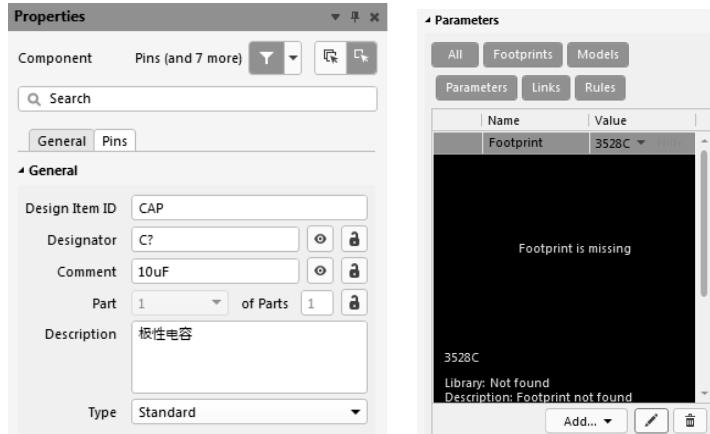

图 4-21 电容元件属性设置
(7) 双击名称为“CAP”的元件，对其元件属性进行设置，如图 4-21 所示，位号设置为“C？”，Comment 值填写为“10μF”，描述填写为“极性电容”，模型选择为“Footprint”，并填写名称为“3528C”。到这步即完成了电容元件的创建。